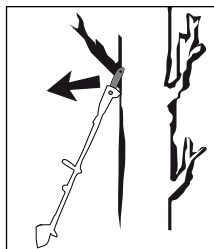

Fig. 2
- Il contraccolpo può verificarsi se la punta del binario di guida 23 tocca un oggetto o se il legno si piega e la catena della sega 17 si incastra nel taglio (vedere fig. 2).